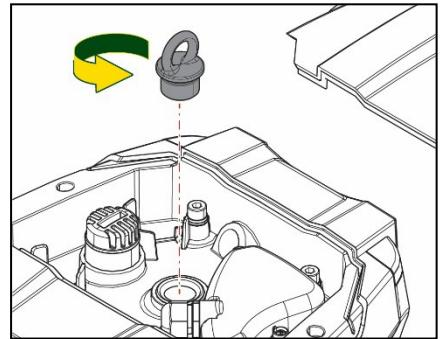

Abbildung 22
2. Entfernen Sie die Hebeösenenschraube im oberen Bereich, indem Sie diese abschrauben (Abb.22). Während des Betriebs ist darauf zu achten, dass keine Verunreinigungen (flüssig oder fest) in den Motor gelangen.